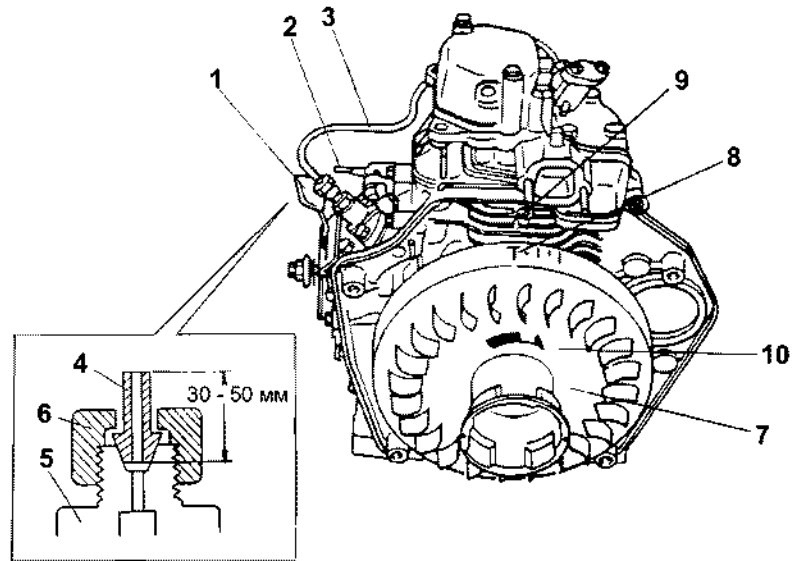

Рис. 37
2. Установите рычаг регулировки (Рис. 37, (1)) в положении RUN (РАБОТА).
3. Установите рычаг сброса давления (Рис. 37, (2)) в положение сброса давления.
4. Снимите топливопровод высокого давления (Рис. 37, (3)).
5. Прикрепите трубку для тестирования впрыска (Рис. 37, (4)) к корпусу нагнетательного клапана (Рис. 37, (5)) топливного насоса с помощью гайки (Рис. 37, (6)).
6. Установите отметку Т (Рис. 37, (8)) на маховике (Рис. 37, (7)) соответственно пазу (Рис. 37, (9)) охлаждающего ребра (верхняя мертвая точка сжатия). Убедитесь, что топливо впрыскивается, когда маховик при вышеописанном условии, перемещается на 30 градусов назад и вперед.
7. Поверните маховик в направлении стрелки (Рис. 37, (10)) и проверьте момент впрыска θ (угол между отметкой Т и U-образным пазом), остановив маховик во время впрыска топлива из трубки для тестирования впрыска.